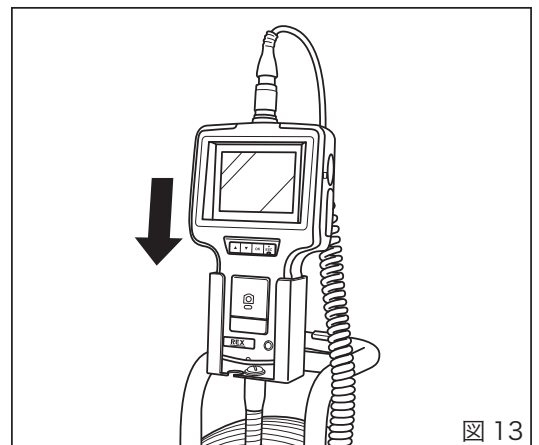

図 13
- ② モニタホルダーにモニタ本体を動かないように取り付け、モニタホルダーを見やすい位置に固定してください。(図 13)